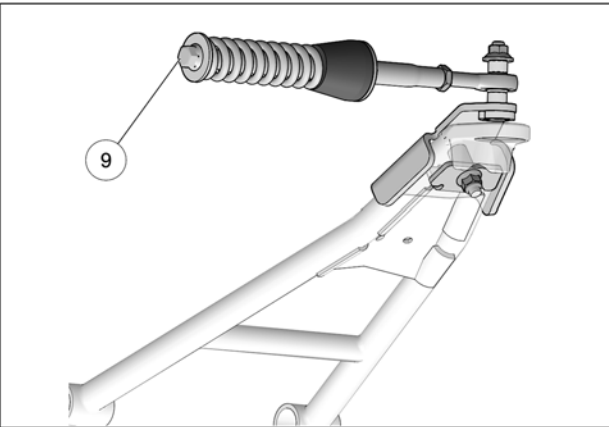

Fig. 23
10. Vérifier que le boulon du ressort (6) est serré au couple recommandé : $75\text{ N}\cdot\text{m}$ [55 lb·pi]. Fig. 23